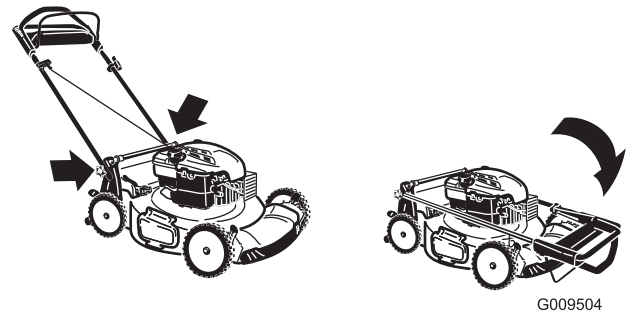

Bild 31
2. Klappen Sie den oberen Griff nach vorne, siehe Bild 31.